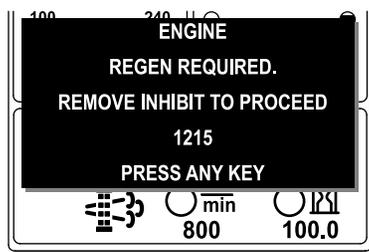

Figure 40
**Remarque:** Si vous programmez l'InfoCenter pour interdire la régénération, l'InfoCenter affiche ADVISORY #1215 (avis n° 185) (Figure 40) toutes les 15 minutes tandis que le moteur demande une régénération commandée.